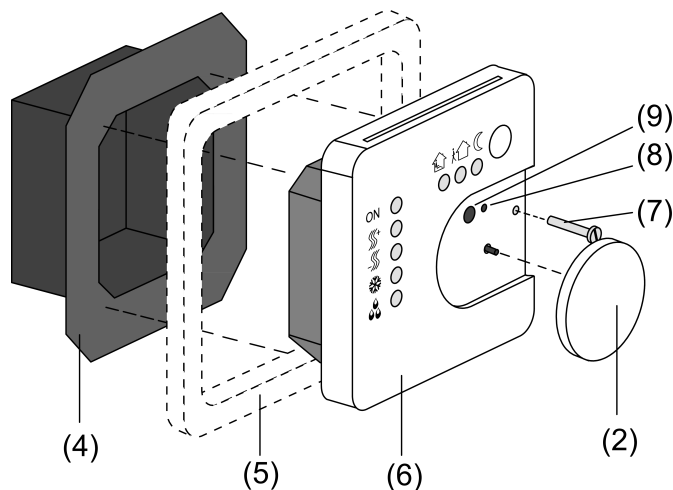
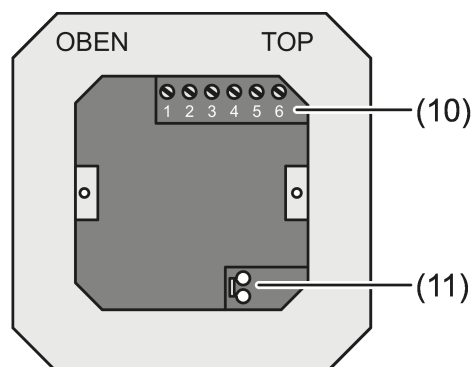
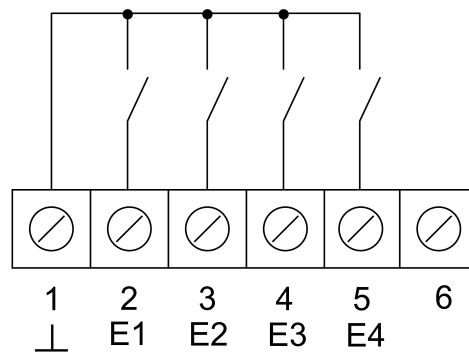
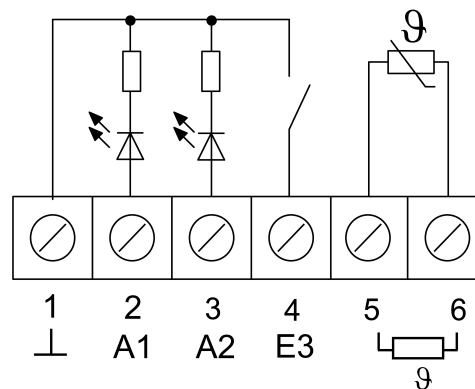

Figure 2: Conception de l'appareil
Figure 3: Mécanisme de bornes
Figure 4: Raccordement des entrées binaires
Figure 5: Raccordement des sorties binaires
- (4) Mécanisme de bornes
- (5) Cadre de recouvrement
- (6) Mécanisme électronique
- (7) Vis de fixation
- (8) LED de programmation
- (9) Bouton de programmation
- Séparer le mécanisme de bornes (4) et la garniture électronique (6) (voir figure 2).
- Enficher le câble de bus dans le mécanisme de bornes sur la borne de raccordement (11) (voir figure 3).
- Entrées binaires **E1...E4** : raccorder les contacts de fenêtres normalement ouverts ou normalement fermés en tant que commutateurs ou boutons-poussoirs aux bornes 1 et 2...5 (voir figure 4) du bornier (10) (voir figure 3).
- Sorties binaires **A1...A2** : raccorder les LED ou les relais électroniques aux bornes 1 et 2, 3 (voir figure 5) du bornier (10) (voir figure 3).
- Raccorder la sonde de température externe aux bornes 5 et 6 (voir figure 5) du bornier (10) (voir figure 3).
- Introduire le mécanisme de bornes (4) (voir figure 2) dans le boîtier d'appareillage. Observer l'inscription **OBEN / TOP**. Le raccordement de bus (11) doit se trouver en bas à droite (voir figure 3).
- Placer le cadre de recouvrement (5) sur le mécanisme de bornes (4).
- Insérer le mécanisme électronique (6) en bonne position sur le mécanisme de bornes (4).
- Retirer la molette (2).
- Fixer le mécanisme électronique avec les vis de fixation (7).
- Remettre la molette (2) en place.
- Retirer la molette (2) (voir figure 2).
- Appuyer sur le bouton de programmation (9).